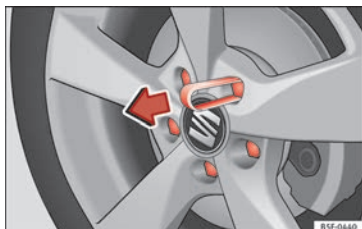

Fig. 65 Pinza para extraer los capuchones de los tornillos de la rueda.
• Encaje la pinza de plástico (herramienta de a bordo) sobre el capuchón hasta que encastre » fig. 65.